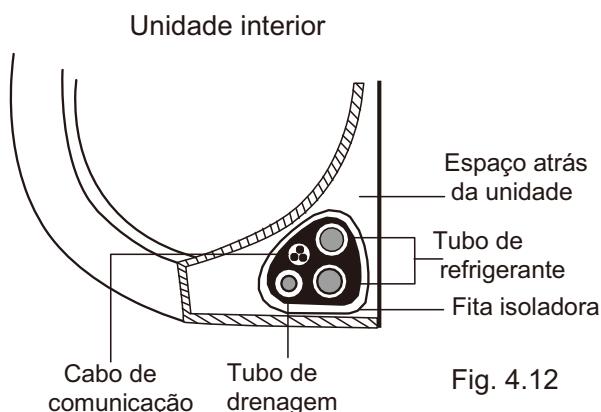

Fig. 4.12
1. Una o tubo de drenagem, o tubo de refrigerante e o cabo de comunicação de acordo com a **Fig 4.12**.
3. Com fita adesiva, envolva bem o cabo de comunicação, os tubos de refrigerante e a mangueira de drenagem. Comprove duas vezes se todos os elementos ficaram bem unidos como demonstra a **Fig. 4.12**.